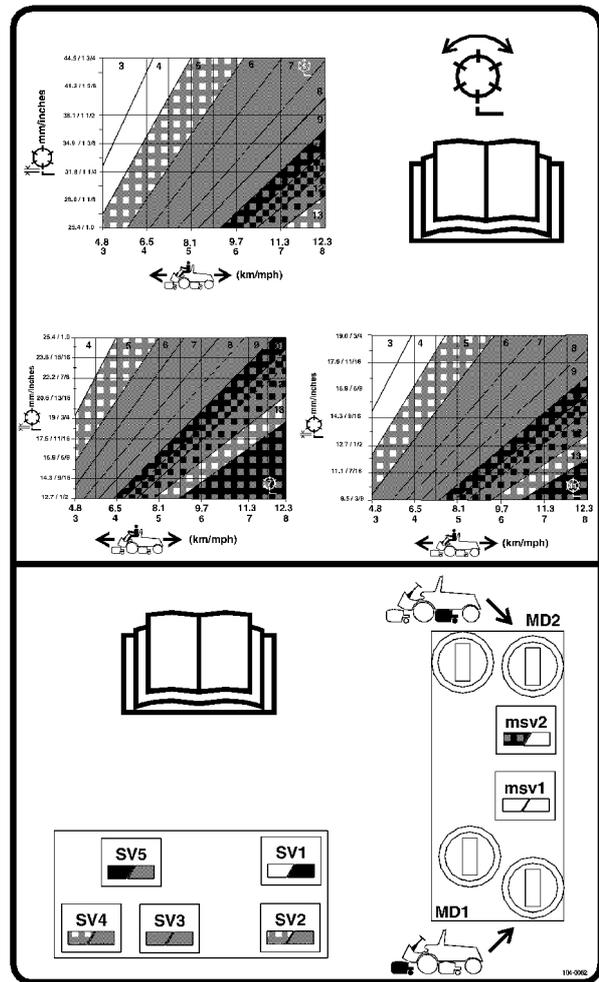

Bild 15
3. Bestimmen Sie die korrekte Spindeldrehzahl-Einstellung für die 5-, 7- oder 11-Messer-Schneidwerke anhand der zutreffenden Kurve (siehe Grafik in Bild 15).